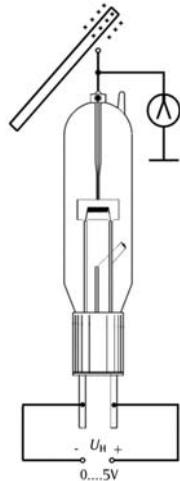

Fig. 1a Montage du circuit de démonstration de l'effet Edison à l'aide d'un électroscopie
- Monter le circuit selon le schéma des fig. 1a/b.